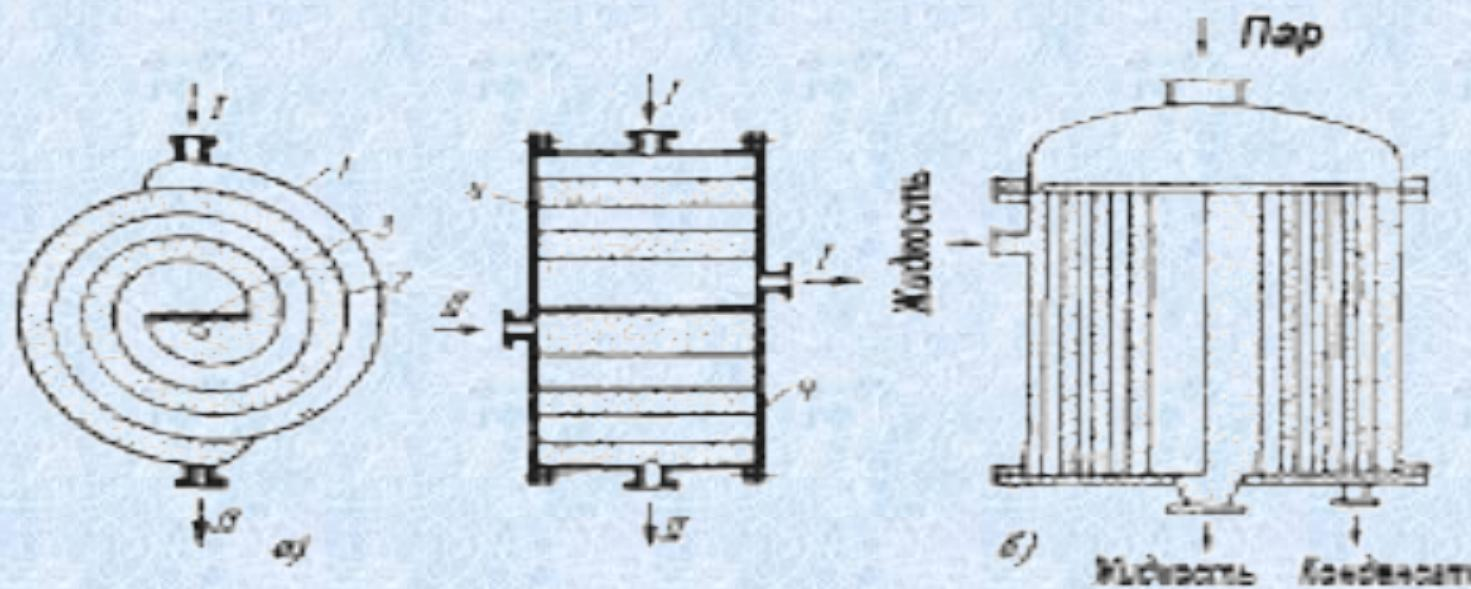

**Рис. 1.3. Секционный теплообменник.**
- 2. Секционные теплообменники представляют собой разновидность трубчатых аппаратов, состоят из нескольких последовательно соединенных секций, каждая из которых представляет собой кожухотрубчатый теплообменник с малым числом труб и кожухом небольшого диаметра (рис. 1.3).